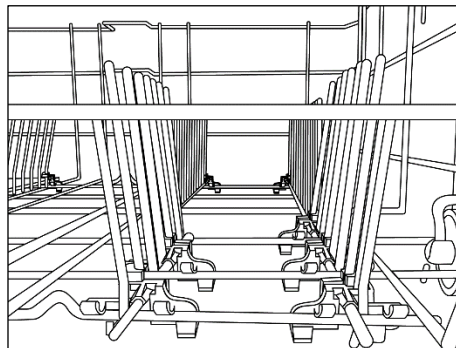
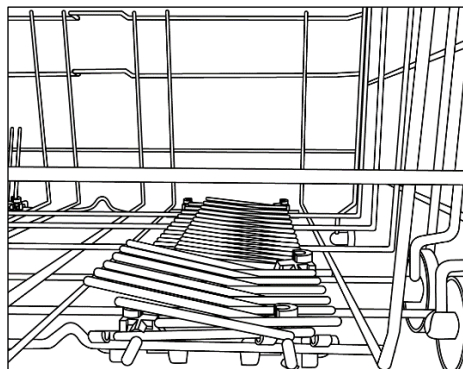

Fig. 2
Fig. 3
- Masina de spalat vase este prevazuta cu un filet de "3/4" (Fig. 2).
• BLOCAREA APEI (fig. 3)
2. apoi puneți-l ușor în poziția corectă (fig. 2).
N.B.: NU RIDICAȚI SAU COBORĂȚI NICIODATĂ COȘUL DOAR DE O SINGURĂ PARTE (fig. 3).
Rafturile pliabile (fig.2 și fig.3) pot fi puse în coșul inferior pentru a optimiza stabilitatea vaselor. Rafturile pot fi ridicate sau lăsate pentru a acomoda dimensiunile non-standard și/sau formele pentru flexibilitate maximă.
- Pentru o curatare usoara, containerul central este detasabil (Fig. 2).
- Indepartati filtrul sita (Fig. 3) si spalati intreaga unitate sub jet de apa. Daca este nevoie, utilizati o perie mica.